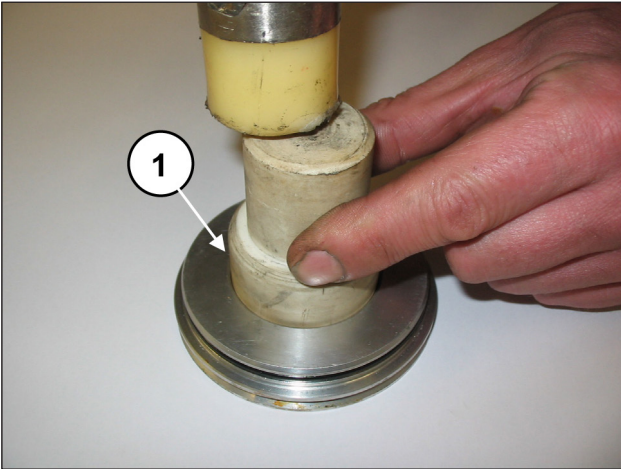
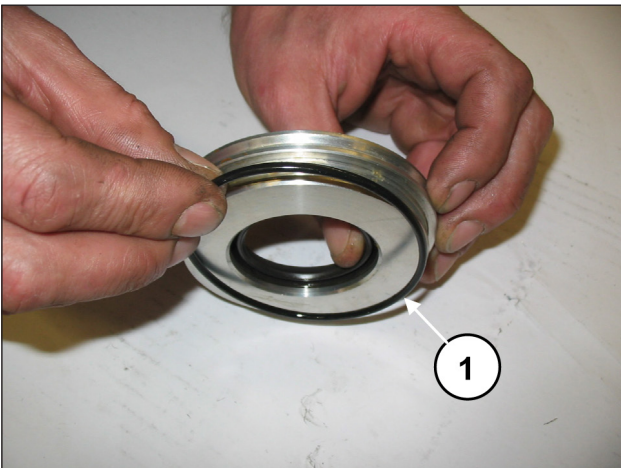

Fig. 6
Fig. 7
Extraire la bague d'étanchéité radiale (rep. ①, Fig. 6) et le joint torique extérieur (rep. ①, Fig. 7).